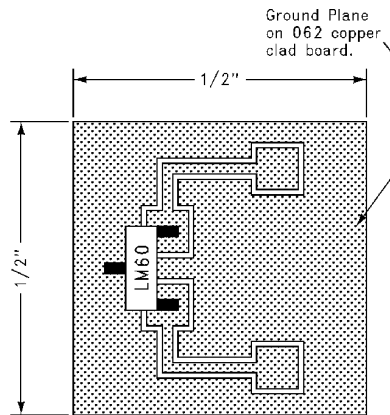

FIGURE 2. Printed Circuit Board Used for Heat Sink to Generate All Curves.
以下の特性曲線は、Figure 2 に示すような銅箔プリント回路基板に LM60 を実装して測定したものです。
** 使用したヒート・シンクは、1/2 インチ平方の 2 オンス銅箔プリント基板にデバイスを実装したもの (Figure 2 参照)。